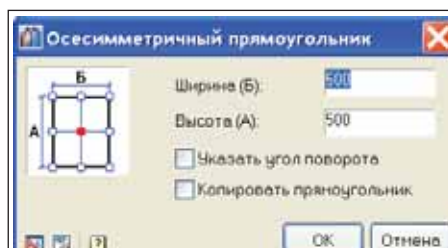

Рис. 4. Асимметричный прямоугольник
- асимметричный прямоугольник (для его создания достаточно указать размеры и точку вставки — в СПДС GraphiCS она находится в центре, что упрощает привязку к координационным осям (рис. 4)).